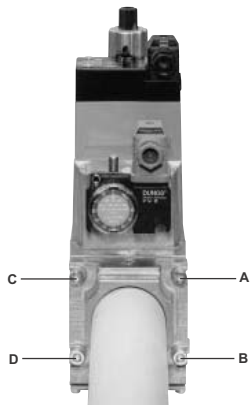
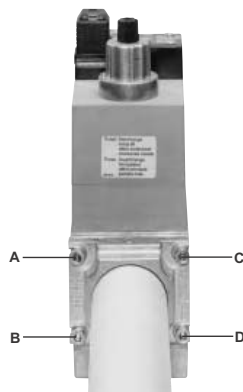

Fig. 10
Fig. 11
1. Aflojar los tornillos A y B, no destornillarlos (Fig. 10 e Fig. 11).
2. Desatornillar los tornillos C y D (Fig. 10 e Fig. 11).